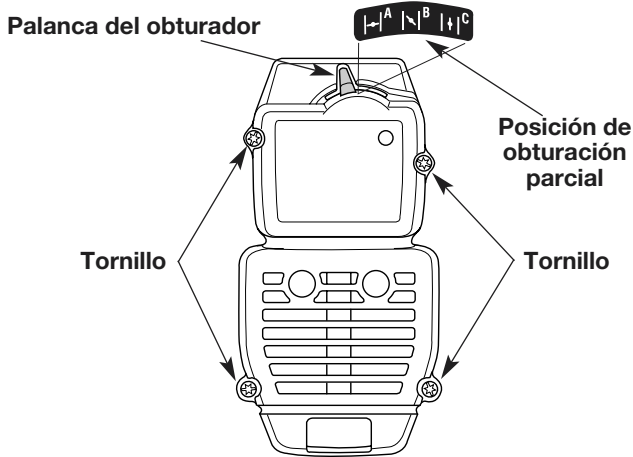

Fig. 23
1. Coloque la palanca del obturador en posición de obturación **PARCIAL (B)**.
- NOTA:** La palanca del obturador debe estar en posición de obturación **PARCIAL (B)** (Fig. 23) para sacar la cubierta del silenciador / filtro de aire.
2. Saque los cuatro (4) tornillos que sostienen la cubierta del silenciador / filtro de aire (Fig. 23). Use un destornillador de vástago plano o de broca Torx N° T20.
NOTA: La palanca del obturador debe estar en posición de obturación **PARCIAL (B)** (Fig. 23) para instalar la cubierta del silenciador / filtro de aire.
2. Inserte los cuatro (4) tornillos en los orificios de la cubierta del silenciador / filtro de aire y ajústelos.